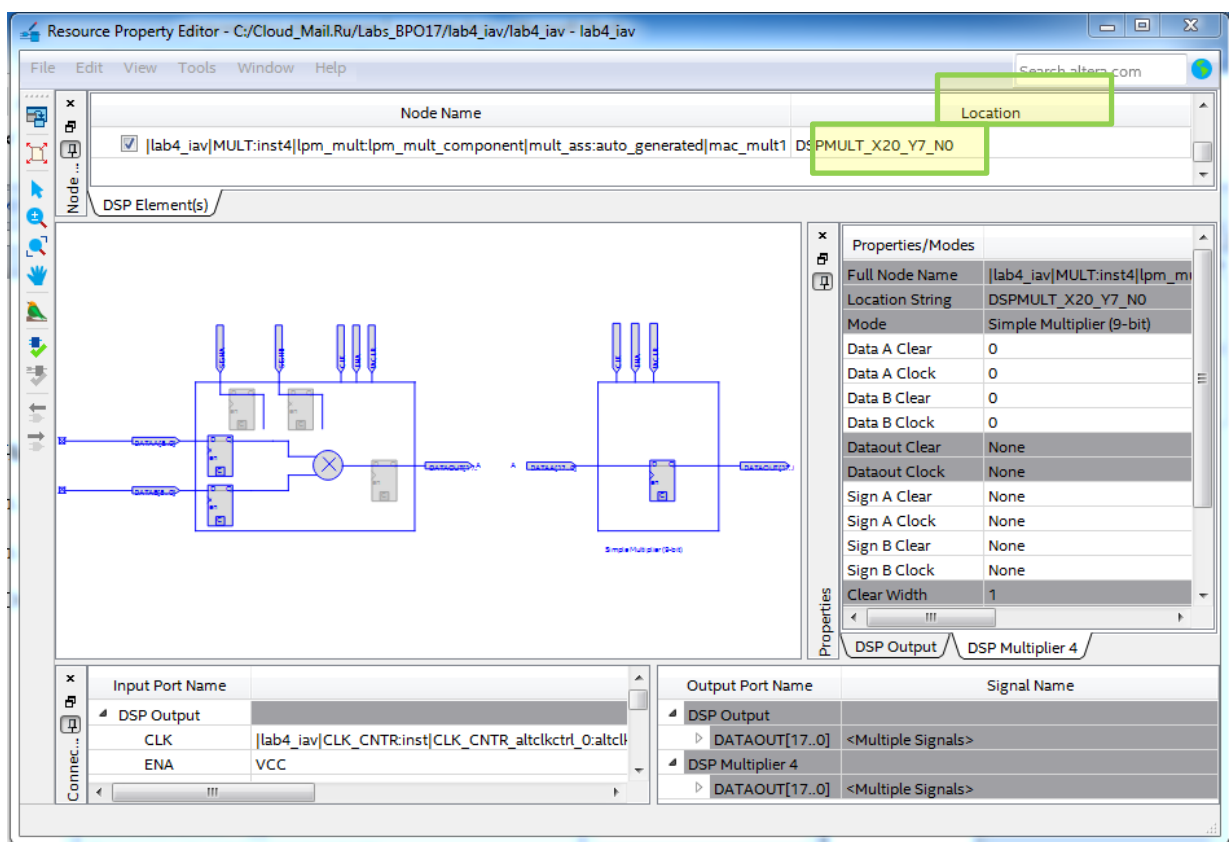

Рис. 60 Отображение схемы умножителя проекта, реализуемой с использованием встроенного умножителя, в **Resource Property Editor**
12.3. Откройте компонент **MULT** до самого нижнего уровня иерархии и, с помощью перекрестной ссылки, посмотрите реализацию элемента **mac\_mult1** (сам умножитель) в **Resource Property Editor**. Сделайте скриншот схемы элемента для отчета (рис. 60). Видно, что для реализации умножителя появилась информация о координатах умножителя на кристалле и его номер **DSPMULT\_X20\_Y7\_N0**.